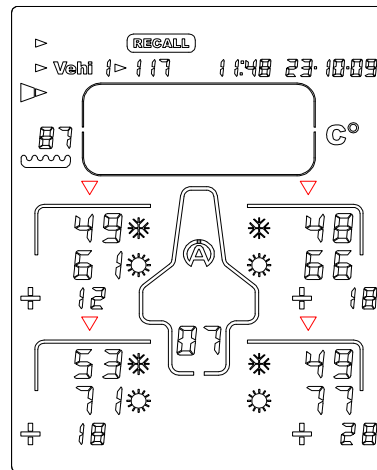

Figure 12
- 6) Pressez de nouveau le bouton  ou  : le Tyrecontrol affiche la 3^{ème} phase de données, c-à-d les températures au centre des pneus, avant  et après  course + les écarts (*figure 12*)